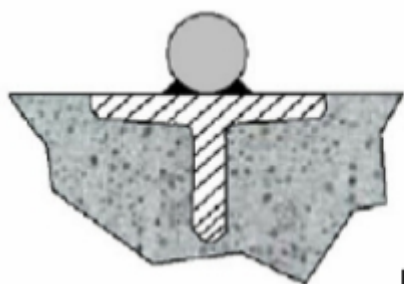

Fig. 1
IT L'installazione e il collaudo devono essere eseguite solo da personale qualificato. Il costruttore declina ogni responsabilità per danni derivati da errate installazioni dovute ad incapacità e/o negligenza. Prima di procedere all'installazione, verificare che il cancello sia perfettamente funzionante. È opportuno infine verificare che la guida di scorrimento a terra (Fig. 1) sia idonea alle ruote utilizzate, non presenti malformazioni e che sia a livello, che vi sia (A) il fermo meccanico in apertura (Fig. 2) al fine di evitare che il cancello fuoriesca dalle guide superiori (Fig.3).
EN Installation and testing should be performed only by qualified personnel. The manufacturer is not responsible for damages caused by incorrect installations due to incompetence and/or negligence. Before installation, check that the gate is fully operational. Lastly, it should verify that the ground sliding guide (Fig. 1) and that it is suitable for the wheels used, doesn't present malformations and it is at level, that there is (A) the mechanical stop in opening (Fig. 2) in order to prevent the gate going outside the upper guides (Fig.3).
ES Instalación y pruebas deben ser realizadas sólo por personal cualificado. El fabricante no se hace responsable de los daños causados por instalaciones erróneas debido a la incompetencia y/o negligencia. Antes de la instalación, compruebe que la cancela esté en buen estado. Enfin debe verificar el buen deslizamiento de la guía (Fig. 1) y que sea adecuado para las ruedas usadas, que no hayan malformaciones, que esté bien a nivel, y que está presente (A) el tope mecánico en la apertura (Fig. 2) con el fin de evitar que la hoja siga fuera de las guías superiores (Fig.3).
FR L'installation et les essais doivent être effectués que par du personnel qualifié. Le fabricant n'est pas responsable des dommages causés par une mauvaise installation par incompetence et/ou d'une négligence. Avant l'installation, vérifiez que la porte soit pleinement opérationnel. Enfin, il convient de vérifier que sur le guide de coulissement du sol (Fig. 1) et qu'il n'y a pas de défaut, il n'y a pas des malformations et qu'elle soit à niveau, qui soit présent (A) la butée mécanique en ouverture (Fig. 2) afin d'empêcher à la porte de sortir des guides supérieurs (Fig.3).
IT Prima di fissare la piastra col cemento, tasselli o altro, passare le guaine dei cavi dai fori predisposti. Posizionarla a 50 mm dal bordo del cancello e in squadra con un'angolo di 90°. (Fig.1).
EN Before fixing the plate with cement, dowels or other, pass the cable sheaths by pre-drilled holes and fix it at 50 mm from the edge of the gate and perfectly square at 90°. (Fig.1).
ES Antes de fijar la placa con cemento u otro, pasar las fundas de cables por los agujeros previamente perforados y fijarla a 50 mm del borde de la puerta con un ángulo de 90°. (Fig.1).
FR Avant de fixer la plaque avec du ciment, chevilles ou tout autre, passer les gaines des câbles par des trous pré-perçés et la fixer à 50mm à partir du bord du portail et carré avec un angle de 90°. (Fig.1)